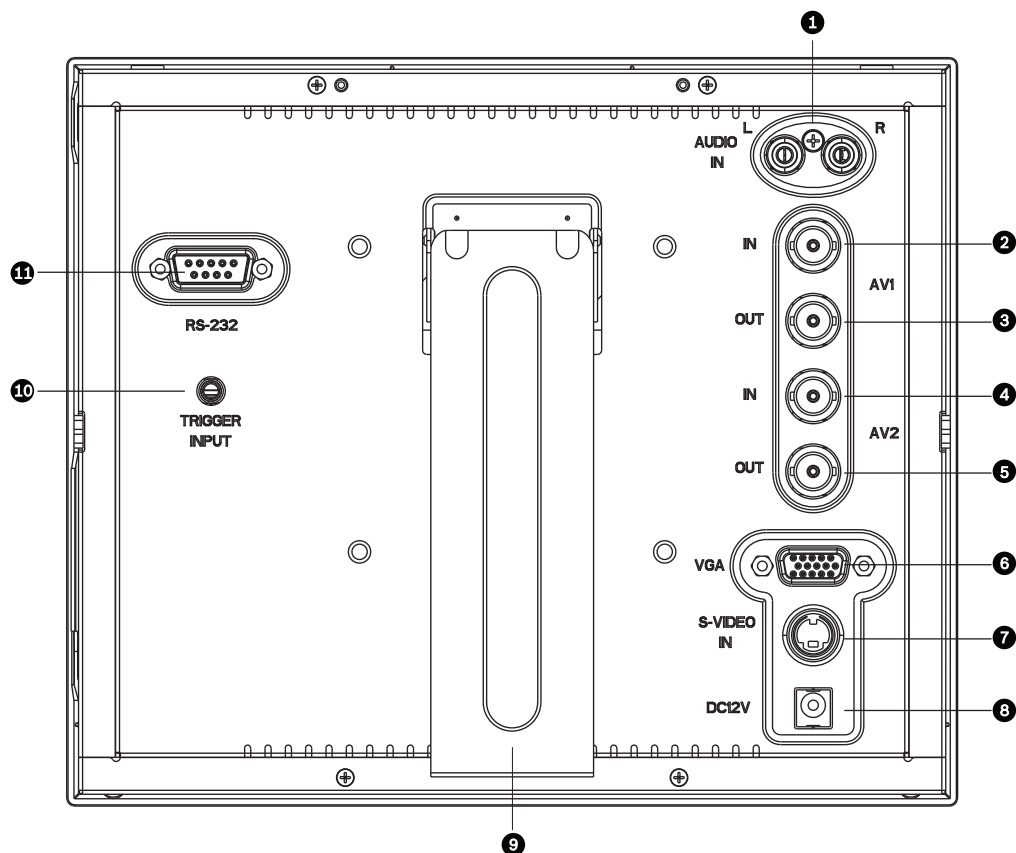
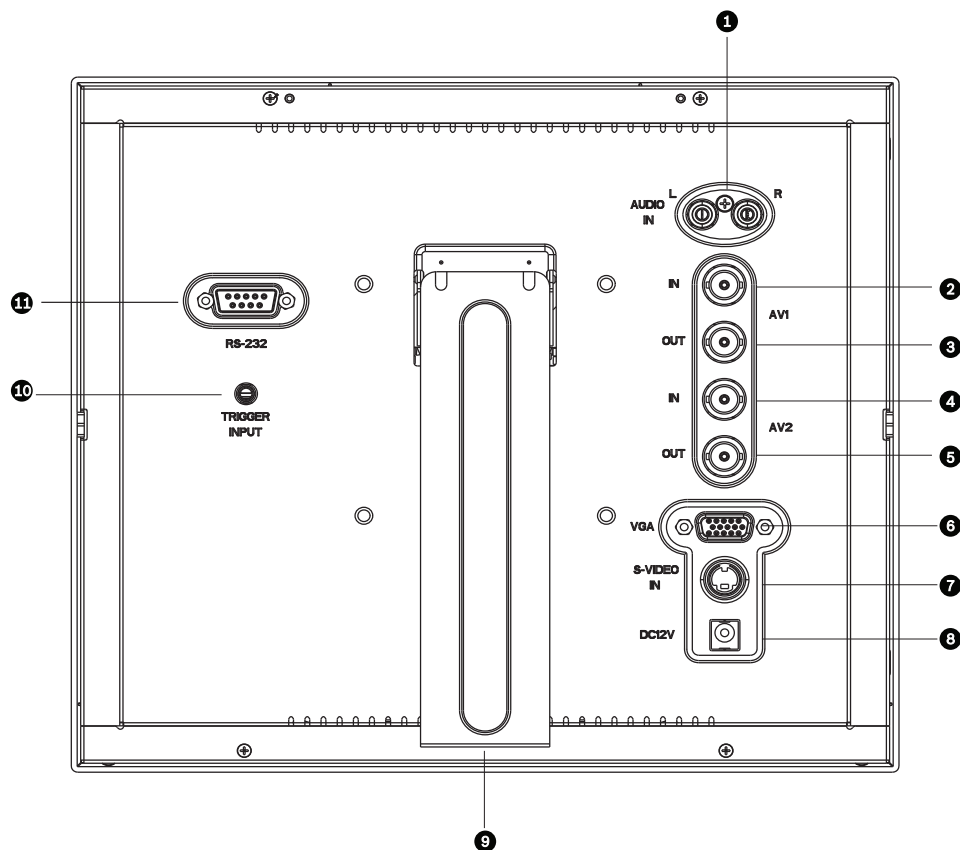

Bild 3.2 Rückseite (UML080-90, UML082-90)
Bild 3.3 Rückseite (UML-100-90, UML-102-90)
An der hinteren seitlichen Abdeckung des Monitors befinden sich zwei (2) BNC-Anschlüsse für Composite Videoeingänge und zwei (2) BNC-Anschlüsse für Composite Videoausgänge (siehe *Bild 3.2* und *Bild 3.3*).
Der Monitor weist an der hinteren seitlichen Abdeckung einen (1) Mini-DIN-Anschluss für den S-Video-Eingang (Y/C) auf (siehe *Bild 3.2* und *Bild 3.3*).